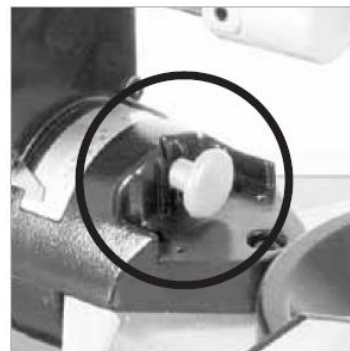

Fig. 17
- Вытяните стопор, ограничивающий наклон пилы от вертикали вправо и поверните его на четверть оборота, чтобы зафиксировать в вытянутом положении. Это дает доступ к использованию шкалы наклона от вертикали вправо. (Fig.17)